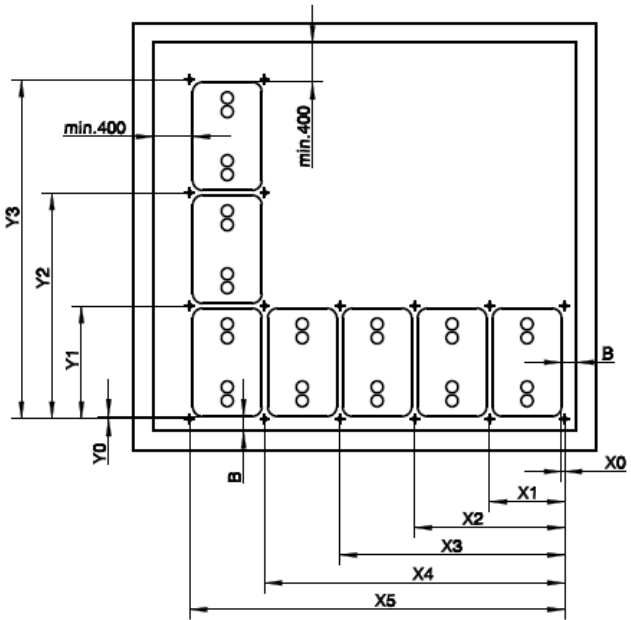

Abb. 4
- Einschlagen der Durchsteckanker (2) bis zur roten Markierung (mindestens 45 mm Gewinde sollten aus dem Boden ragen) (Abb. 4).
- Aufschauben der Ringmutter (3) und Ausrichten zur Gurtlage.
- Schrittweise Aufstellung der Behälter (1) entsprechend der Montageanleitung für das Behältersystem, einschließlich der Befüll-, Entlüftungs- und Entnahmeleitungen. Auf mittige Ausrichtung der Behälter zwischen den Verankerungsstellen ist zu achten.
- Einhängen der Haken (5) in den Deckelrand (Eckenradius, siehe Einzelheit Z). Im Bereich der Leckagesonde ist darauf zu achten, dass diese nicht beschädigt wird.